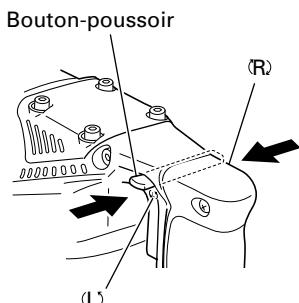

Fig. 6
- 9. Vérifiez la direction de rotation de la mèche (Fig. 6)
Cette perceuse à percussion peut être mise sur le mode de rotation uniquement en appuyant sur le bouton-poussoir et en tournant le sélecteur vers le repère **II**. (Fig. 6)